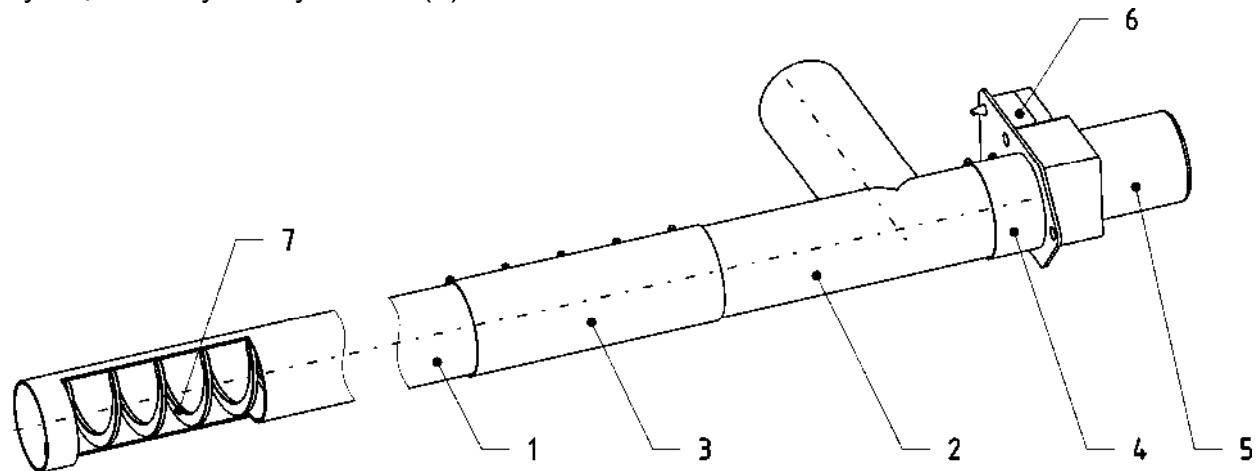

Рисунок 4. Устройство шнека
Подавающий шнек (рисунок 4) представляет собой металлическую трубу (1), внутри которой расположен винт шнека (7). В нижней части шнека расположено окно, при установке шнека в бункер вырез окна должен быть обращен вверх. К верхней части шнека при помощи соединительного хомута (3) крепится тройник (2). Привод шнека (5) крепится к тройнику при помощи хомута (4), кабель питания подключается к коммутационному блоку шнека (6).